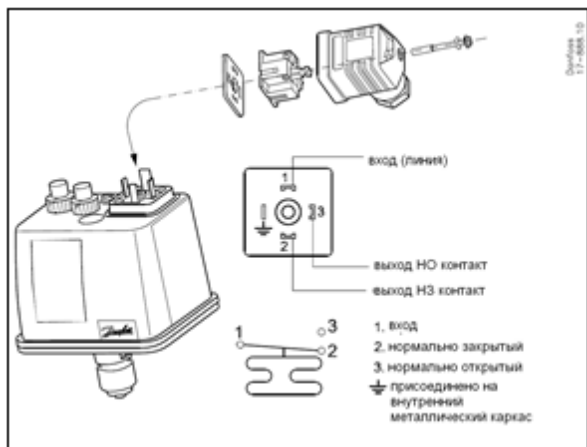

Рис.4.3.
4.4.4. Для осуществления простоты электрических присоединений ВСП снабжено штекерным соединением стандарта DIN-43650А с кабельным вводом типоразмера Pg 11 (для кабелей круглого сечения диаметром от 8 до 12 мм). Все присоединения осуществляются согласно рис.4.3.